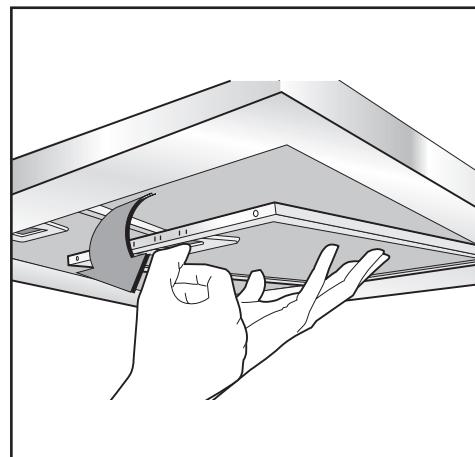

Fig.5
• La distanza minima fra la superficie di supporto dei recipienti di cottura sul dispositivo di cottura e la parte più bassa della cappa da cucina deve essere di almeno **65 cm**. Se dovesse essere usato un tubo di connessione composto di due o più parti, la parte superiore deve essere all'esterno di quella inferiore. Non collegare lo scarico della cappa ad un condotto in cui circoli aria calda o utilizzate per evacuare fumi degli apparecchi alimentati da un'energia diversa da quella elettrica. Prima di procedere alle operazioni di montaggio, per una più facile manovrabilità dell'apparecchio disinserire i filtro/i antigrasso (Fig.5).